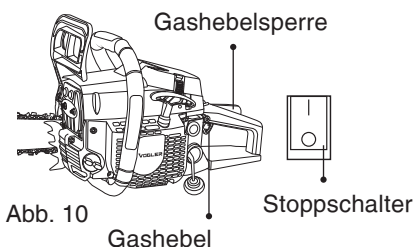

Abb. 10
- Schieben Sie den Stoppschalter nach oben in die Position STOP (Abb. 10).